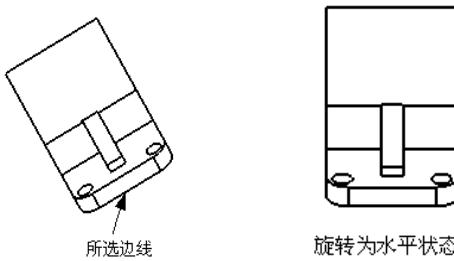

图 8-38 旋转视图
- ① 在工程图中选择一条直线。
- ② 在菜单栏中选择“工具”→“对齐工程图视图”→“水平边线”或“工具”→“对齐视图”→“竖直边线”命令。
- ③ 此时视图会旋转, 直到所选边线为水平或竖直状态, 如图 8-38 所示。